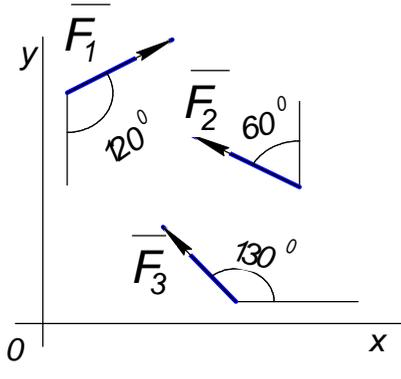
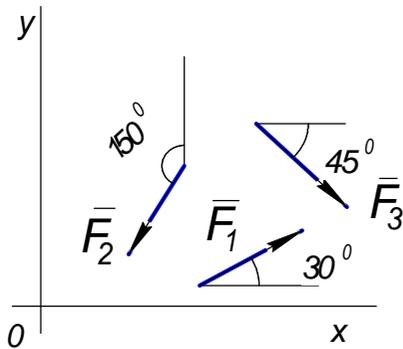

Рис.1.4.
Рис.1.5.
- 1.9. Чему равны проекции сил на ось  $OY$  (рис.1.4, рис. 1.5.)?